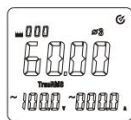

Figura 12-3
- Apăsați tasta SELECT pentru a selecta locația celei de-a 3-a faze, așa cum se φ arată în Figura 12-3. De asemenea, poate afișa frecvența, tensiunea și curentul locației fazei 3. φ